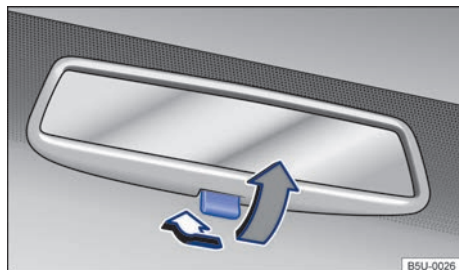

Fig. 73 No para-brisa: espelho retrovisor interno com antiofuscante manual.
- Posição noite: puxar a alavanca → Fig. 73 (seta cinza), para evitar o ofuscamento dos faróis dos veículos que trafegam atrás. ▶